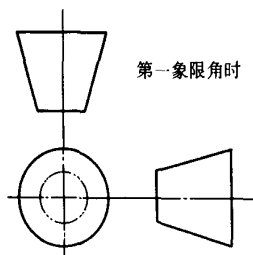

图 3
(3) 重新生成二维工程图。有两种方法: ①文件→新建→新增对话框勾选绘图→点击确定→新制图→在模板下框内点 a (0.1.2.3.4) →drawing→点击确定, 生成二维图, 如图 3。②用视图中删除视图命令删除原来的三个视图, 然后增加视图, 在视图类型中选取一般/全视图/无剖截面/无比例, 点击完成, 系统要求选取绘制视图的中心点, 在屏幕合适位置鼠标左键点一下, 即生成视图, 同时出